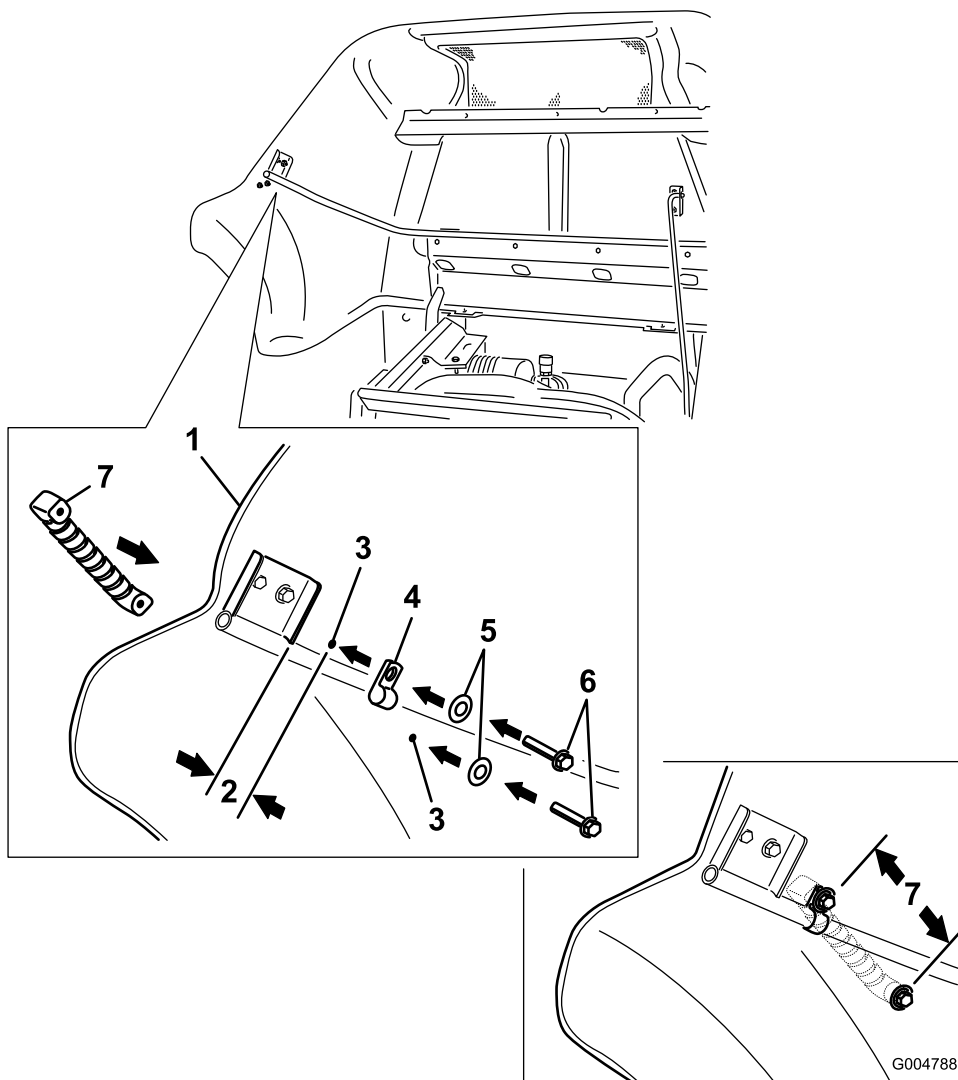

Figura 7
2. Mida 3,8 cm por la barra de refuerzo desde el borde del soporte, según se muestra en Figura 7.
6. Con el asa del capó en la posición aproximada indicada en la Figura 7, marque el segundo taladro a perforar.
9. Fije el asa al capó usando la otra arandela ($\frac{5}{16}"$) y el perno ($\frac{1}{4}" \times 1\frac{1}{8}"$), como se muestra en la Figura 7.